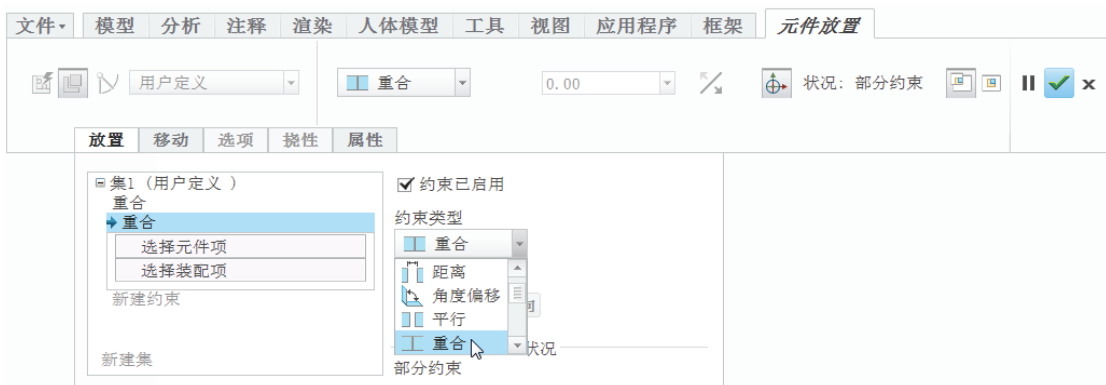

图 10-13 新建一个约束
5) 在“元件放置”选项卡中打开“放置”面板，单击“新建约束”选项，然后在“约束类型”下拉列表框中选择“重合”选项，如图 10-13 所示。在图形窗口中分别选择要进行重合约束的元件参考和装配参考，如图 10-14 所示。